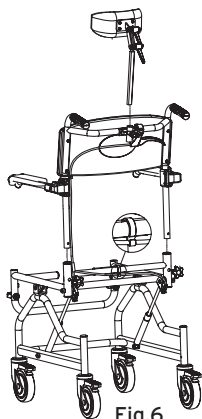

Fig.6
- Insira as costas no interior dos furos da estrutura da cadeira de rodas e fixe-as com os dois manípulos de fixação (fig.6);
- Insira o apoio da cabeça no suporte já instalado no punho de empurrar e aperte o suporte (fig.6);